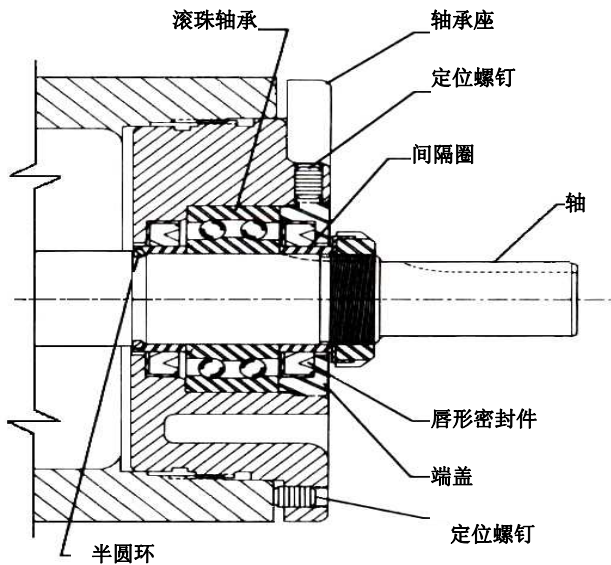

图 8
4. 松开轴承座表面的定位螺钉，将轴承座部件从支架上拆除。参见图 8。